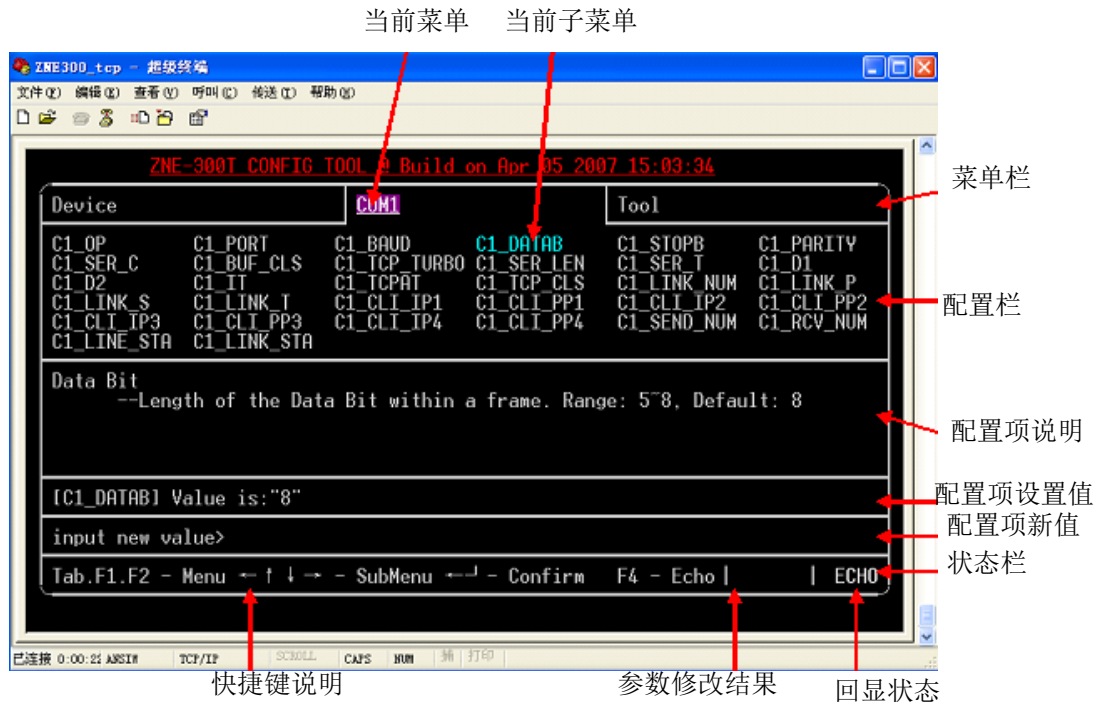

图 6.8 菜单配置方式界面
菜单方式使用界面如图 6.8 所示，在这种方式下，用户可以使用多种快捷键查看和更改设备的所有参数；AT 命令方式给用户提供一个标准的 AT 命令接口，主要用于用户使用单片机等嵌入式设备或用户自己编写配置软件对 ZNE-100TL+模块进行配置。
菜单配置方式在 Windows 的超级终端软件下为用户提供了一种直观、简单、方便、易用的配置方式。菜单方式使用界面如图 6.8 所示，在这种方式下，用户可以使用多种快捷键查看和更改模块的所有参数。菜单配置方式是 ZNE-100TL+模块上电后的默认配置方式，配置方式的切换见 6.3.4.1 配置模式（AT+MODE）。
菜单配置方式的界面如图 6.8 所示。
- 菜单栏: 包括通用信息配置和串口信息配置等, 反色显示部分表示当前选中的菜单项。图 6.8 中选中的菜单号为“COM1”, 配置栏中将出现所有关于 COM1 的配置项;
- 配置栏: 选中的菜单项所对应的所有配置项, 反色显示部分表示当前选中的配置项。图 6.8 中选中的配置项为“C1_DATAB”, 表示对串口 1 的数据位进行配置, 配置项的名称与 AT 命令中的命令相对应, 关于参数的范围和意义可参见对应的 AT 命令说明;
- 状态栏: 包括“快捷键说明”、“参数修改结果”和“回显状态”, 当修改配置项参数成功时, “参数修改结果”栏显示“OK”, 否则显示“ERROR”, “回显状态”栏显示当前的回显状态, 回显功能①打开时, 显示 **ECHO**, 否则显示 **ECHO**。
④ **回显功能①**：指被配置设备回发配置主机（软件）的输入值，超级终端类软件本身并不显示用户在超级终端软件内的输入值，所以用户在使用超级终端软件配置时需要打开回显功能。用户在使用单片机等嵌入式设备或 telnet 方式对 ZNE-100TL+模块进行配置时，则可关闭此功能。